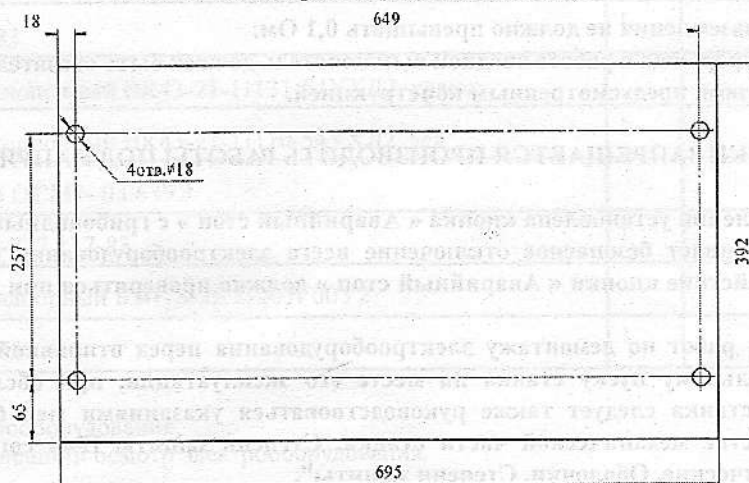

Рис. 8.2 Опорная поверхность тумбы, вид снизу
8.3.2 Установить станок на место крепления и закрепить тумбу четырьмя анкерными болтами М16. Опорная поверхность тумбы представлена на рис. 8.2. Перед подготовкой площадки под установку станка и установкой анкерных болтов необходимо произвести замер расположения отверстий крепления тумбы.